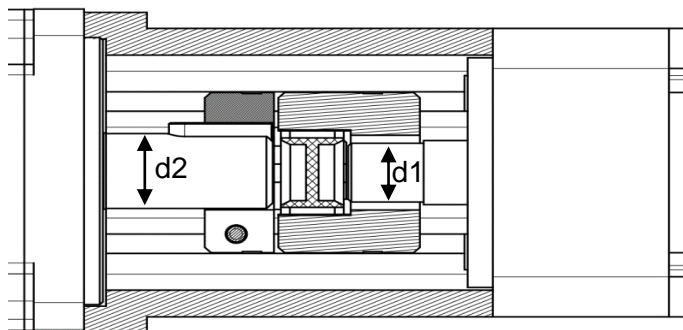

Рисунок 8 – Моменты затяжки винтов муфт.
2.4.5.3 Момент затяжки винтов муфты в зависимости от диаметра соединяемых валов (см. рисунок 8).